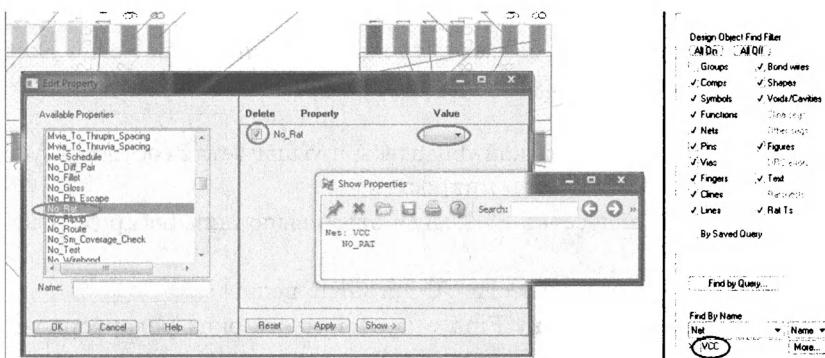

Рис. 21.42. Установка свойства No\_Rat для цепей VCC
3. Введите VCC и нажмите кнопку More (рис. 21.42)
4. Выберите свойство NO\_RAT в списке Available Properties. Установленные свойства отображаются в панели на правой части диалогового окна (см. рис. 21.42).